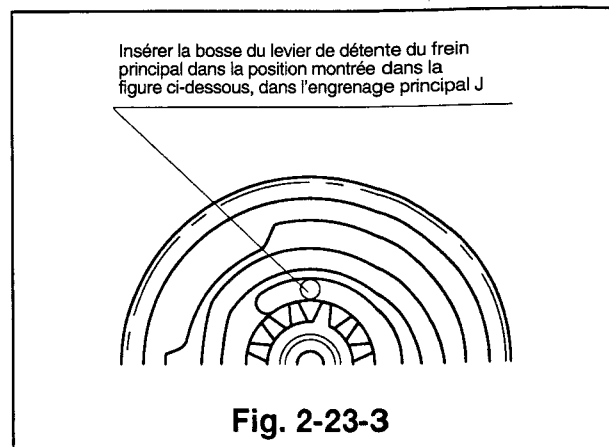

Fig. 2-23-3
- 1) Remonter le levier de détente du frein principal de manière à ce que l'axe s'engage dans la rainure interne de l'engrenage principal J, illustré dans la Fig. 2-23-3.
- 2) Remettre en place le frein principal (TU) et le ressort J du frein principal (TU). (Se référer au Para. 2-17 pour la marche à suivre.)
- 3) Remonter le frein (TU), le levier de détente et le ressort (TU). (Se référer au Para. 2-16 pour la marche à suivre.)
- 4) Remonter le frein (SP) et le ressort (SP). (Se référer au Para. 2-14 pour la marche à suivre.)